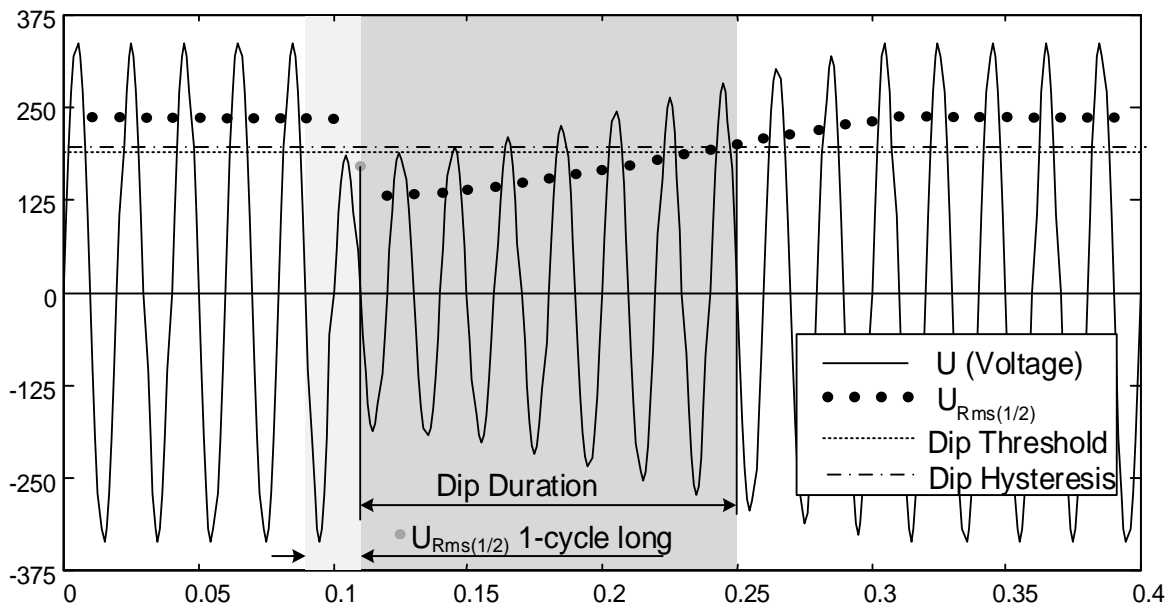
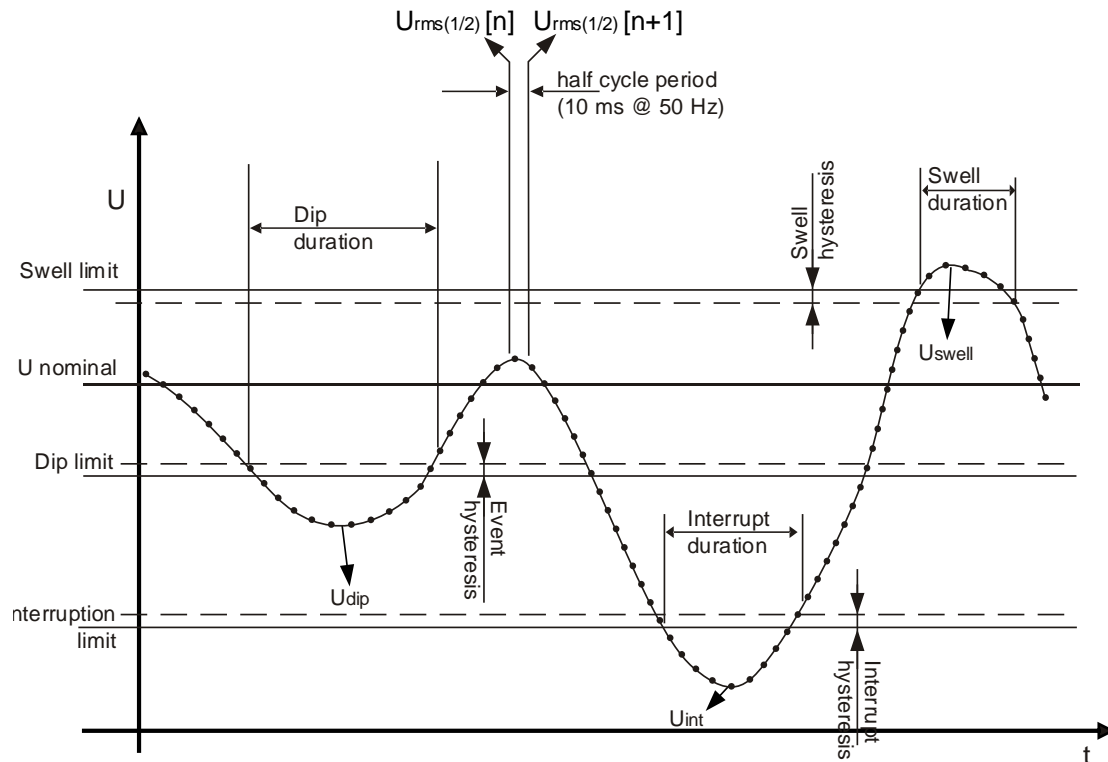

Abbildung 5.9: $U_{Rms(1/2)}$ 1-Zyklus Messung
Abbildung 5.10: Definition der Spannungsereignisse
- Auf Einphasensystemen (Anschlussart: 1W), ein Spannungseinbruch, wenn die Spannung $U_{Rms(1/2)}$ unter den Schwellenwert für den Spannungseinbruch fällt und endet, wenn die $U_{Rms(1/2)}$ -Spannung gleich oder größer als der Schwellenwert für den Spannungseinbruch plus der Hysterese Spannung ist (siehe *Abbildung 5.10: und Abbildung 5.9*).
- Auf Einphasensystemen (Anschlussart: 1W), ein Spannungsüberhöhung beginnt, wenn die Spannung $U_{Rms(1/2)}$ über den Schwellenwert für die Spannungsüberhöhung steigt und endet, wenn die $U_{Rms(1/2)}$ -Spannung gleich oder unter den Schwellenwert für den Spannungserhöhung plus der Hysterese Spannung fällt (siehe Abbildung 5.10: und Abbildung 5.9).
- Bei Einphasensystemen (1W), beginnt eine Spannungsunterbrechung, wenn die Spannung $U_{Rms(1/2)}$ unter den Schwellenwert für die Spannungsunterbrechung fällt und endet, wenn die $U_{Rms(1/2)}$ -Spannung gleich oder größer als der Schwellenwert für die Spannungsunterbrechung plus der Hysterese Spannung ist (siehe *Abbildung 5.10: und* *Abbildung 5.9*).